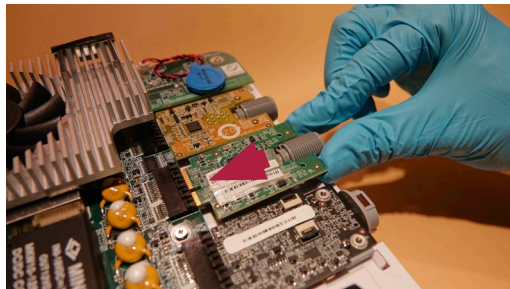

Figure 18 - Insertion d'une nouvelle carte VDI
c) Insérer la nouvelle carte VDI dans le connecteur de la carte mère (Figure 18)